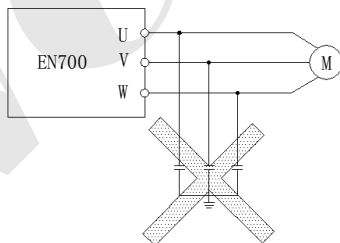

图 1-2 变频器输出端禁止使用电容器
- (11) 禁止输出侧安装改善功率因数的电容器或防雷用压敏电阻等，否则将造成变频器故障跳闸或器件的损坏，如图 1-2 所示。